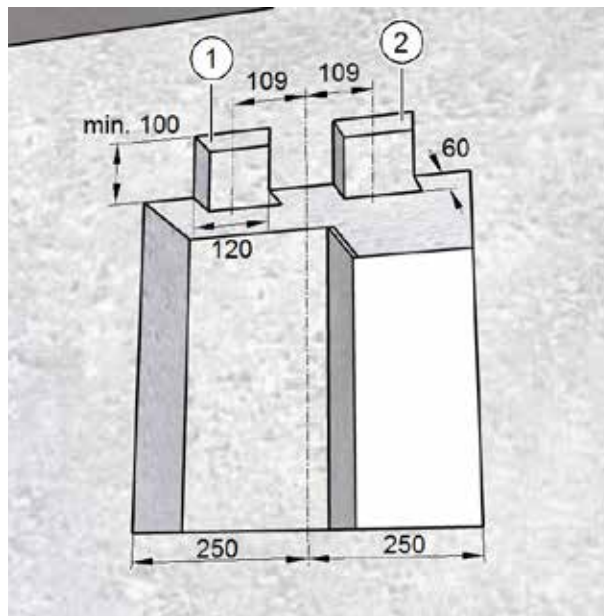

Fig. 10: Fresatura degli incavi nei muri per allacciamenti dei canali piatti, misure in millimetri
- ▶ Con la scanalatrice per muri fresare **un** incavo **o** per il canale dell'aria estratta (pos. 1 nella Fig. 10) **o** per il canale dell'aria inserita (pos. 2 nella Fig. 10) con larghezza 120 mm, profondità 60 mm e altezza di almeno 100 mm (vedere Fig. 10).
- ▶ Con la scanalatrice per muri fresare **due** incavi per il canale dell'aria estratta (pos. 1 nella Fig. 10) **e** per il canale dell'aria inserita (pos. 2 nella Fig. 10) con larghezza 120 mm, profondità 60 mm e altezza di almeno 100 mm (vedere Fig. 10).